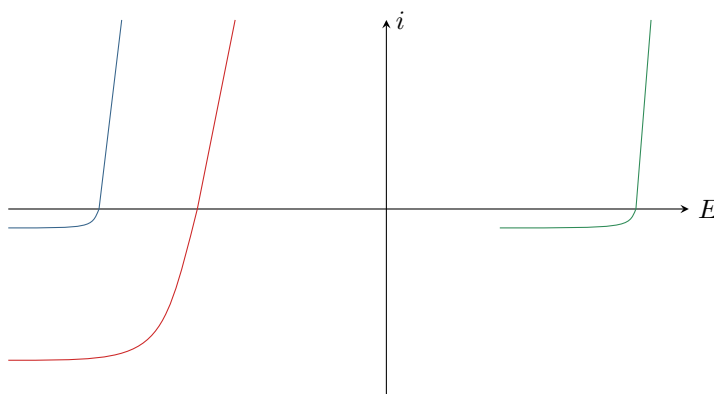

Figure 2 – Courbes intensité-potential pour la purification du nickel.
- 3 - On donne figure 2 les courbes intensités potentiel relatives aux trois couples considérés. Identifier chaque courbe. Justifier la présence de paliers de diffusion. Pourquoi sont-ils représentés à des courants différents ?
- 5 - Indiquer qualitativement sur la figure 2 le courant I dans le montage et la tension U d'électrolyse.